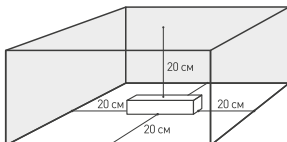

Рис. 1. Свободное пространство вокруг источника
- 4.3. Для естественной вентиляции обеспечьте свободное пространство вокруг источника питания не менее 20 см, как изображено на рис. 1. При невозможности обеспечить свободное пространство используйте принудительную вентиляцию. В случае установки в ограниченном пространстве (например, в лайтбокс или профиль) предусмотрите обеспечение требуемого температурного режима источника питания. Не допускайте работу блока питания с температурой корпуса, равной или превышающей 75 °C. В подобных условиях гарантийный срок сокращается в 2 раза.